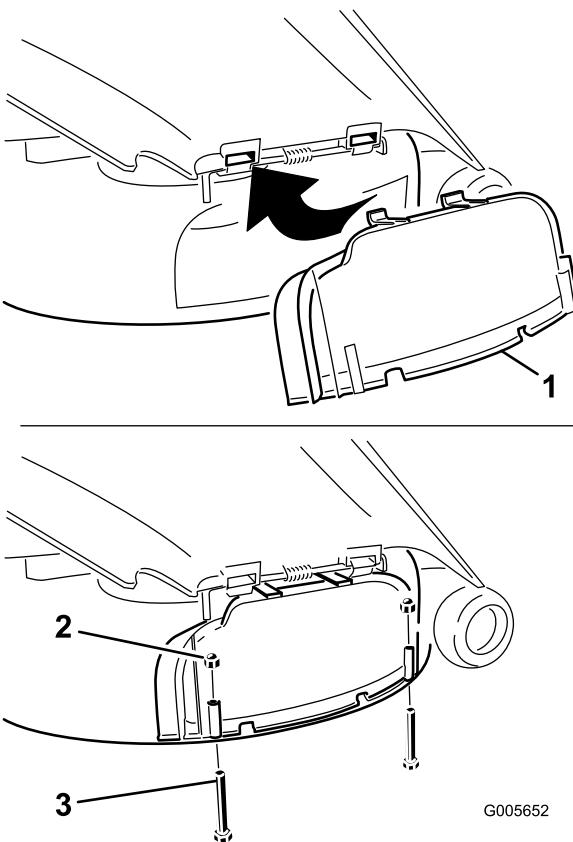

Bild 27
3. Heben Sie das Ablenkblech an und schieben die Zungen oben an der Auswurfkanalabdeckung unter die Haltestange des Ablenkblechs. Drehen Sie die Abdeckung des Auswurfkanals nach unten über die Öffnung und auf die untere Lippe des Mähwerks (Bild 27).
4. Befestigen Sie die Abdeckung des Auswurfkanals mit zwei Schrauben (1/4 x 2-1/2 Zoll) und zwei Kopfmuttern (1/4 Zoll) an der unteren Lippe des Mähwerks, siehe Bild 27.